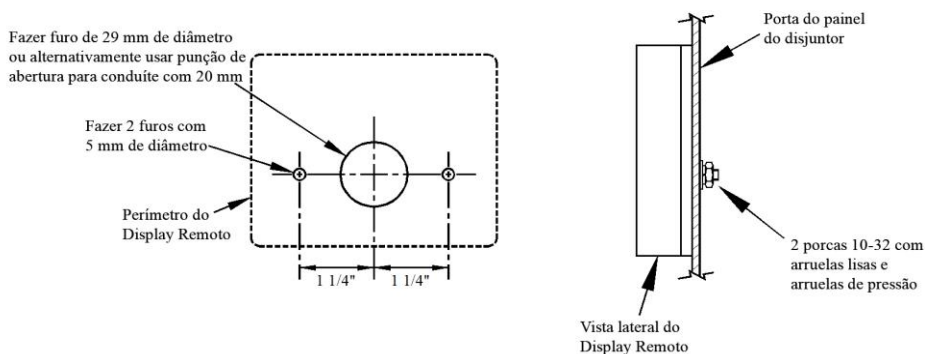

Figura 5
1. Encontre um local adequado na porta do painel e marque o local dos três (3) furos usando as dimensões da Figura 5.
2. Faça dois (2) furos de 13/64" [5,2 mm] para montagem.
4. Prenda o display remoto na parte frontal da porta do disjuntor usando duas (2) porcas sextavadas 10-32, arruelas planas e arruelas de pressão.